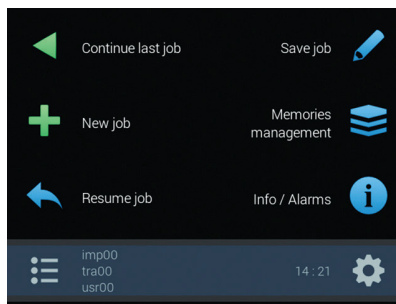

Fig. 241
- Sätt igång datorn (par 1.2). Efter självdiagnostik kommer datorn visa "Home"-skärmen (Fig. 241).